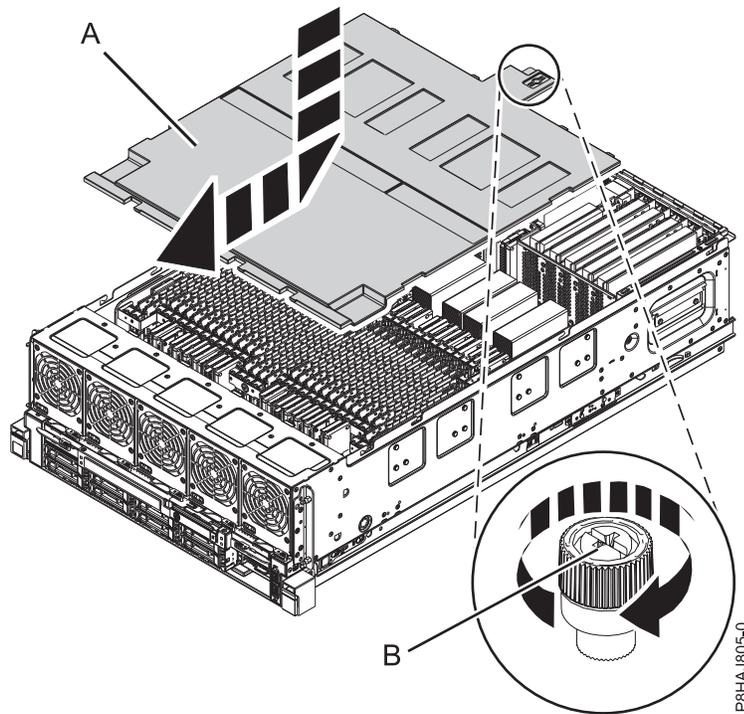

Figura 13. Substituir a tampa de segurança
2. Faça deslizar a tampa de segurança (A) em direcção ao chassis.
3. Aperte o parafuso de aperto manual (B) ao rodá-lo na direcção apresentada na Figura 13 na página 35 para fixar a tampa de segurança ao chassis.